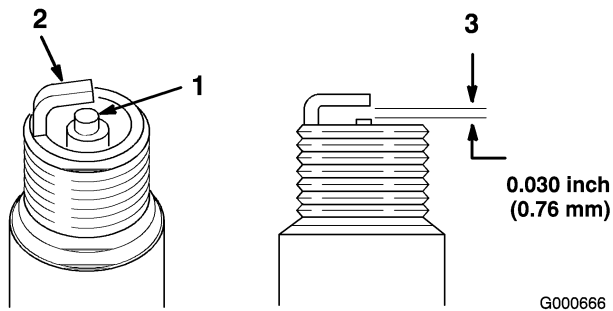

Bild 37
1. Sehen Sie sich die Mitte der Zündkerze(n) an (Bild 37). Wenn der Kerzenstein hellbraun oder grau ist, ist der Motor richtig eingestellt. Eine schwarze Schicht am Kerzenstein weist normalerweise auf einen schmutzigen Luftfilter hin.
2. Prüfen Sie den Abstand zwischen den mittleren und seitlichen Elektroden (Bild 37). Verbiegen Sie die seitliche Elektrode (Bild 37), wenn der Abstand nicht stimmt.